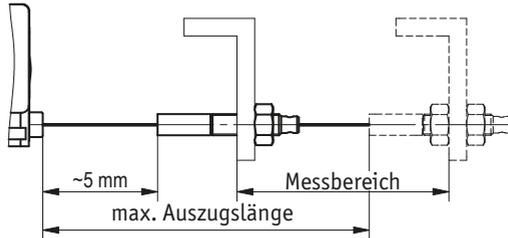

Abb. 3: Prüfung Auszugslänge
- ▶ Das Seil nicht über die angegebene maximale Auszugslänge ausziehen (siehe Abb. 3). Max. Auszugslänge = Messbereich (siehe Kapitel 11) + 5 mm.
- ▶ Seil senkrecht zum Seilausgang führen (siehe Abb. 3).